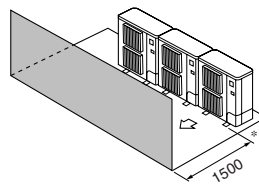

Fig. 3-13
- ③ Окружающие предметы - только спереди (Fig. 3-13)